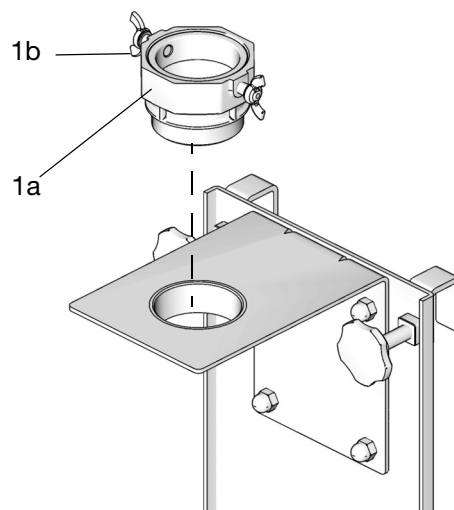
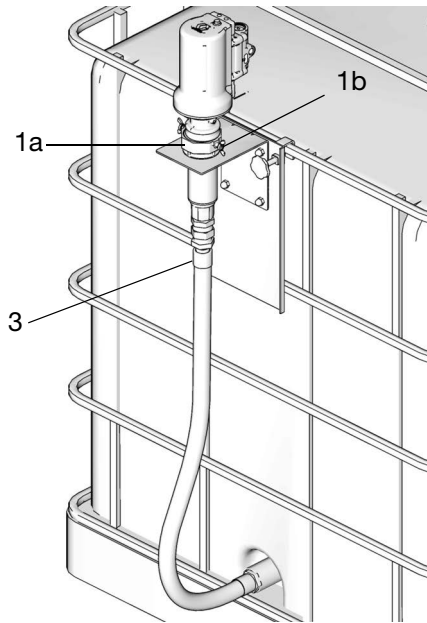

FIG. 13
FIG. 14
3. Introduire l'adaptateur de bonde de la pompe (1a) dans l'orifice de l'ensemble de support de la pompe. Serrer fermement à la main (FIG. 13).
4. Insérer la pompe (1) dans l'adaptateur de bonde (1a) (FIG. 14). Fixer la pompe en place en serrant les vis de joint (1b) (FIG. 13 et FIG. 14).